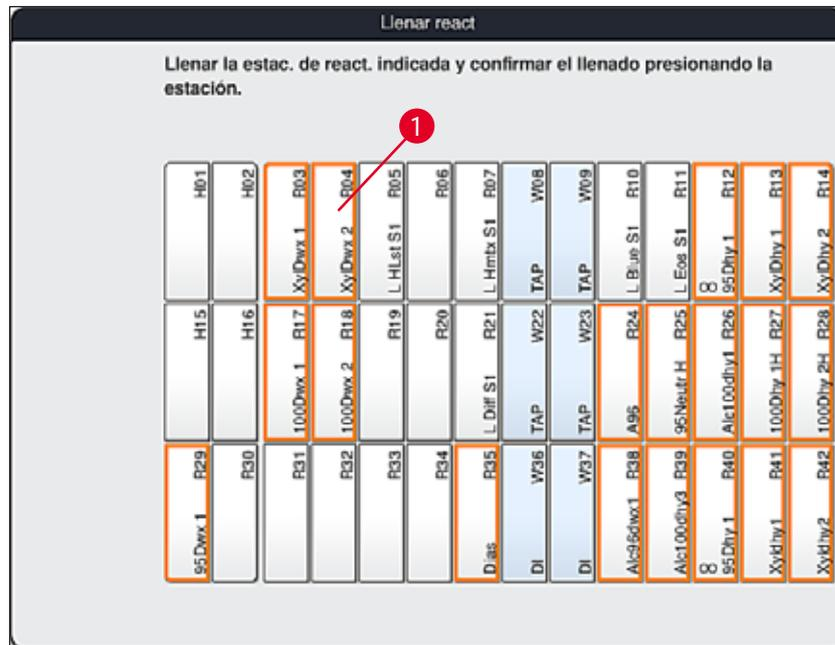

Fig. 55
2. En la nueva ventana **Llenar react** (→ "Fig. 55"), las estaciones que se deben llenar están marcadas en naranja (→ "Fig. 55-1").
Solo los reactivos definidos por el usuario y añadidos de los programas de tinción Leica se muestran con una marca naranja (→ "Fig. 55"). Los reactivos del kit de reactivos Leica se escanean posteriormente (→ P. 81 – Llenado de reactivos del kit de reactivos Leica).